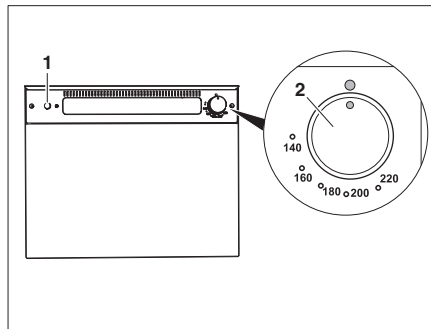

Bild 264 Gasbackofen (Thetford)
- Den Drehregler (Bild 264,2) leicht drücken und nach links auf eine beliebige Position drehen.
- Zündschalter (Bild 264,1) so oft drücken, bis die Flamme brennt.
- Den Drehregler (Bild 264,2) auf "0" drehen. Die Flamme erlischt.